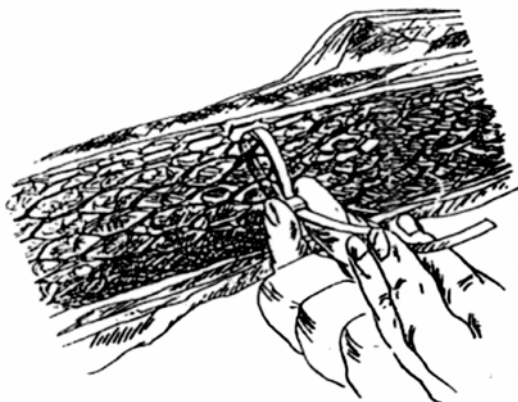

Рис. 9.23. Скрепление пластмассовой сетки хомутом.
9.2.12. Соединить края сетки хомутиками. Обрезать лишние концы хомутиков до самого замка (рис. 9.23.).